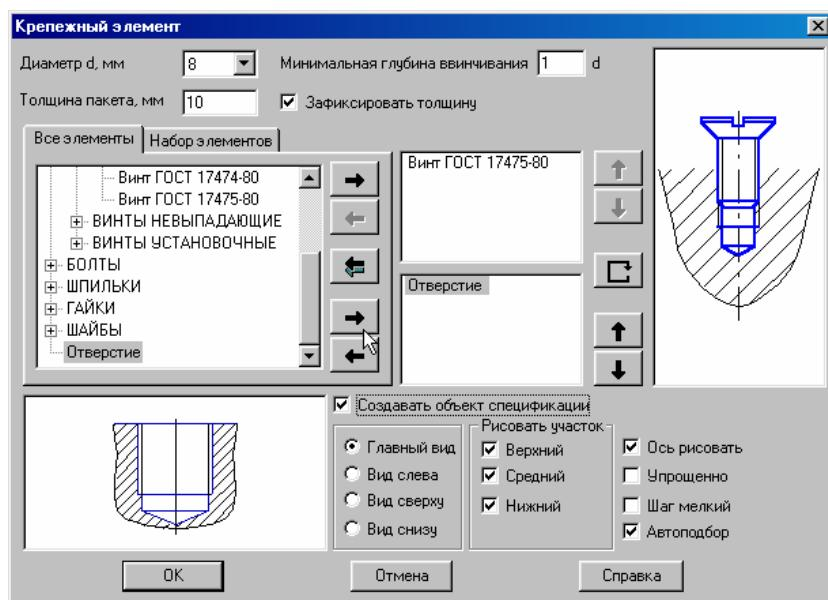

Рис. 13
4. Выполните винтовое соединение. Для этого откройте в **Конструкторской библиотеке Крепежный элемент**. Откройте **Все элементы**, **Винты**, **Винты нормальные, стандарт согласно варианту**, рис. 13. Установите диаметр, толщину пакета (толщина верхней пластины), минимальную глубину ввинчивания (глубина ввинчиваемой части винта – зависит от материала детали). Подключите отверстие, переместив его в нижнее окно, рис.